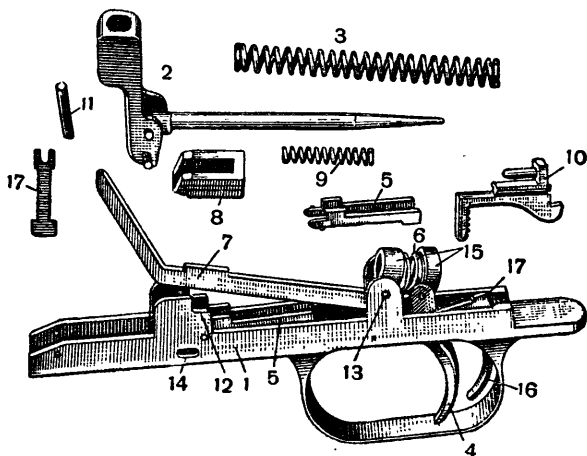

Рис. 1. Ударно-спусковой механизм:
1. Ударно-спусковой механизм дополнен разобщителем и пружиной предохранителя (рис. 1). Внесение этих изменений в устройство ударно-спускового механизма исключает случаи сдвоенных выстрелов и значительно улучшает фиксацию предохранителя в крайних положениях.